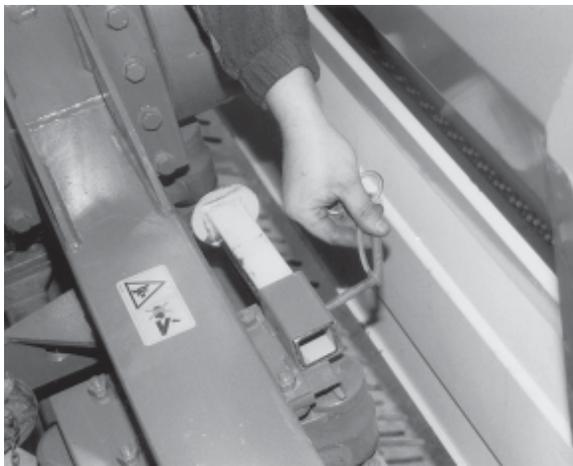

Abb. 31
- Befestigen Sie die Stütze in der Transporthalterung. (Abb. 31),